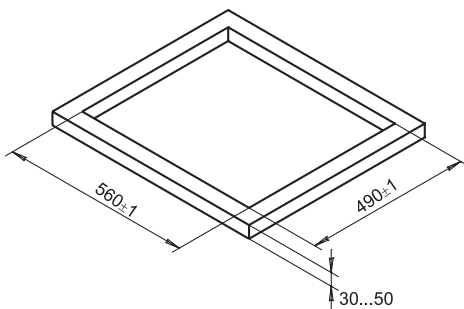

рис. 1
■ Размеры выреза под плиту и размеры отсека указаны в разделе характеристики (рис.1). Потребитель обязан обеспечить зазор между задней стенкой и столешницей не менее 30 мм по всей длине столешницы. Выполнить в столешнице вырез согласно размеров и проверить входимость плиты в вырез столешницы.